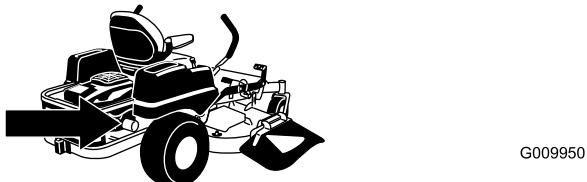

Figure 40
4. Avant de quitter la position de conduite, coupez le moteur, enlevez la clé de contact et attendez l'arrêt de toutes les pièces mobiles (Figure 40).